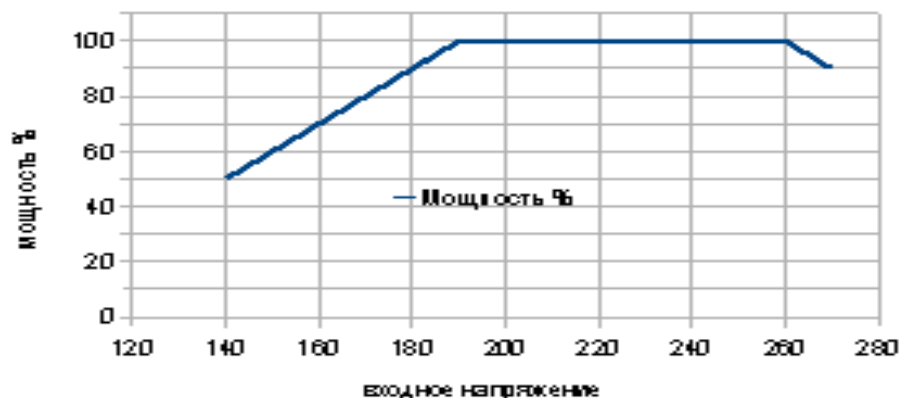

Рис. 2 График зависимости выходной мощности стабилизатора от входного напряжения.
- Если напряжение сети понижается ниже 190В, то мощность, которую можно подключать к стабилизатору напряжения должна соответствовать номинальной мощности умноженной на понижающий коэффициент напряжения согласно приведенного на рис. 2 графика.